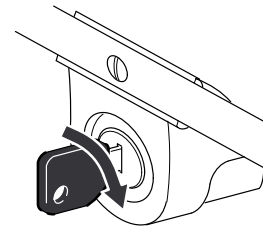

Figure 12
- **Démarrage électrique (modèles à démarreur électrique uniquement) :** Insérer la clé de contact, la tourner vers la droite et la laisser revenir dès que le moteur démarre (Fig. 12).